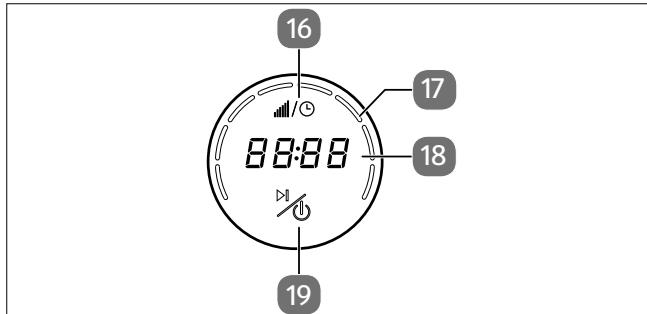

Fig. 3 – Éléments de commande/panneau d'affichage
- Bouton de réglage de la vitesse (rotation)/éléments de commande/panneau d'affichage (voir Fig. 3)